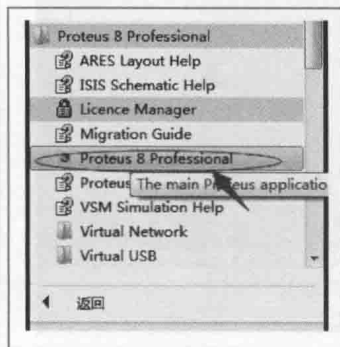

图 1-2 菜单程序选择
(1) 在开始菜单下,选择“Protues 8 Professional”,如图 1-2 所示。